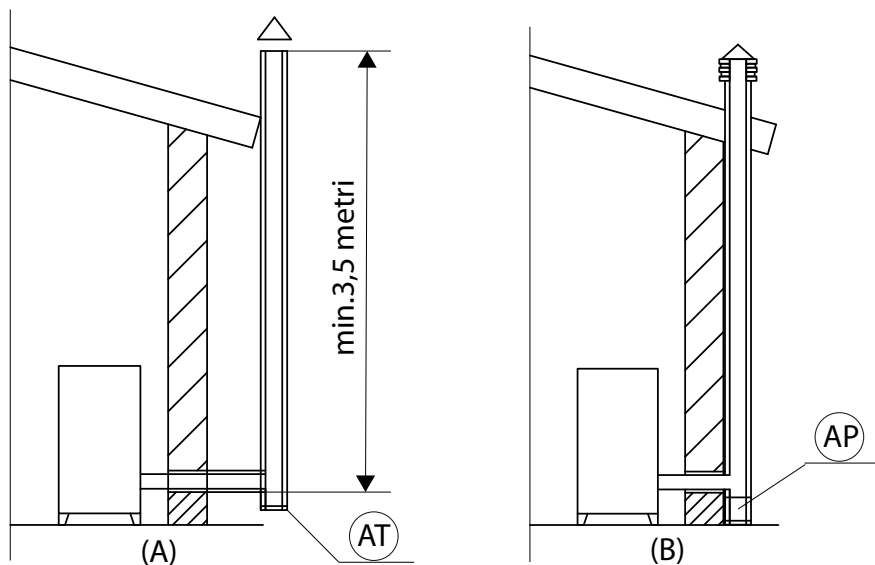

FIGURE 1 - CONDUIT DE FUMÉES
Un simple puits en ciment doit être entubé de manière appropriée. Dans les deux cas, prévoir un bouchon d'inspection (AT) ou une trappe d'inspection (AP) - FIG. 1.